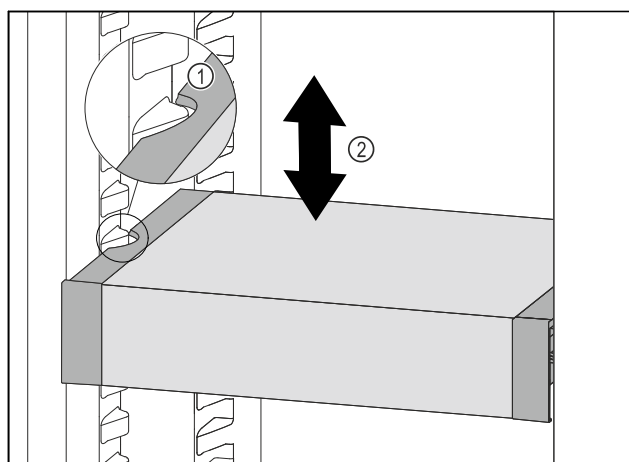

Fig. 94
- ▶ Táhněte VarioSafe dopředu, dokud nebudou boční vybrání VarioSafe na úrovni žebrování na nádoby v chladničce. Fig. 94 (1)
- ▶ Posouvejte VarioSafe v chladničce nahoru nebo dolů, dokud nedosáhnete požadované výšky. Fig. 94 (2)